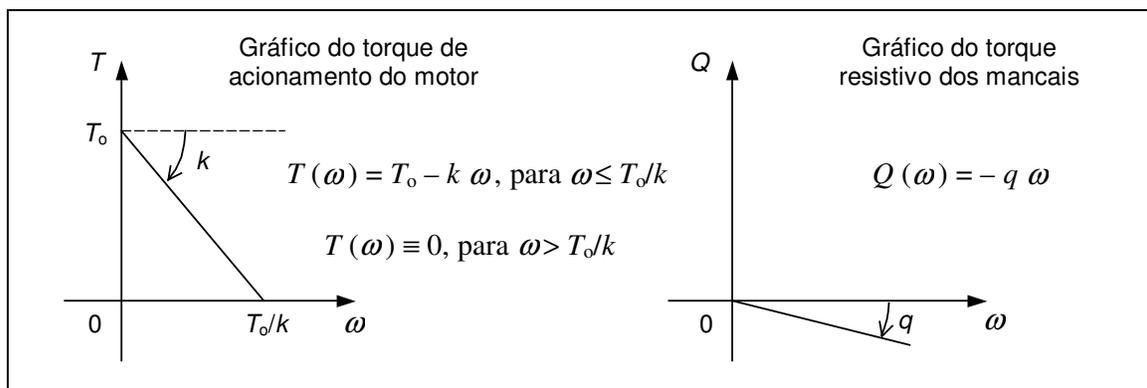

Figura 2 – Torque do motor e momento de atrito dos mancais
- Simule** o movimento do sistema quando é aplicado um torque externo $T(\omega)$ produzido por um motor de acionamento, conforme as características descritas na Figura 2 ($T_0 = 10,0 \text{ Nm}$). Faça um gráfico correspondente à variação temporal de $\omega(t)$. Considerando o sistema de referência fixo **AXYZ**, faça um gráfico dos valores das reações $Y_A(t)$, $Z_A(t)$ no mancal *A*. Interprete o comportamento da função $\omega(t)$ e as reações no mancal *A*. Identifique o valor médio da reação em Y_A (carga estática) e a amplitude da oscilação (efeito dinâmico).
Dados do motor e dos mancais: o motor aplica um torque externo T no rotor e os mancais oferecem um momento resistivo Q , ambos proporcionais a ω e descritos pelas expressões apresentadas na Figura 2, com os seguintes valores nominais: